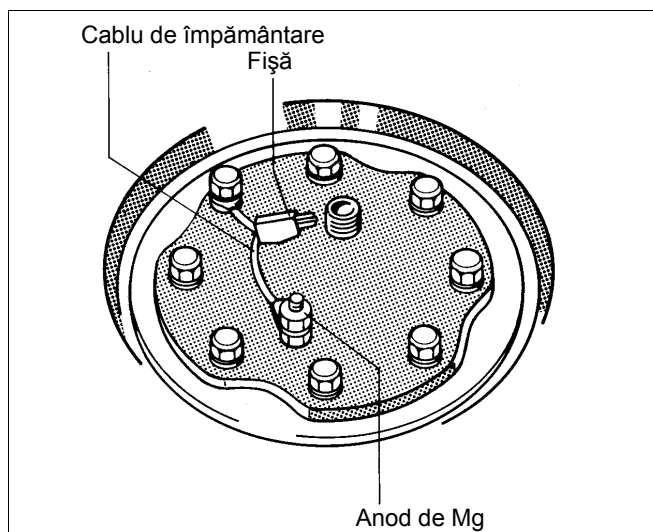

Fig. 6 Schemă de principiu
- Se verifică dacă anodul de magneziu este montat astfel încât să fie asigurată legătura electrică între anod și boiler, adică cablul de împământare să fie legat (Fig. 6).
- Se închide alimentarea cu apă rece, se deschide ventilul de golire (EL). Pentru accesul aerului se deschide un robinet poziționat mai sus.
- Se refăce etanșarea anodului de magneziu (Fig. 6 resp. 10).